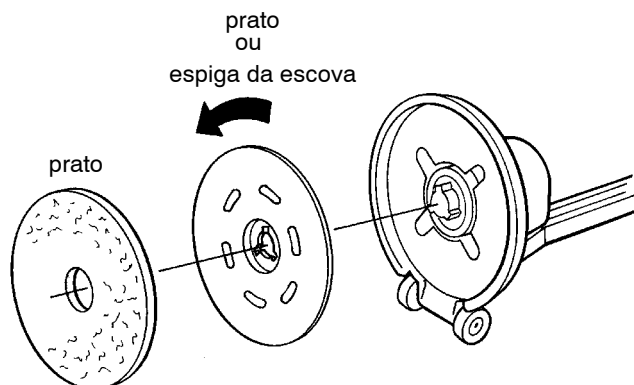

FIG. 1
4. Posicionar a espiga da escova/prato sobre aquela do cubo, tirar e rodar em senso anti-horário para fixar (Fig. 1)
5. Para instalar o prato: Posicionar o prato sobre a espiga e dar um empurrão para fixar (Fig. 1).